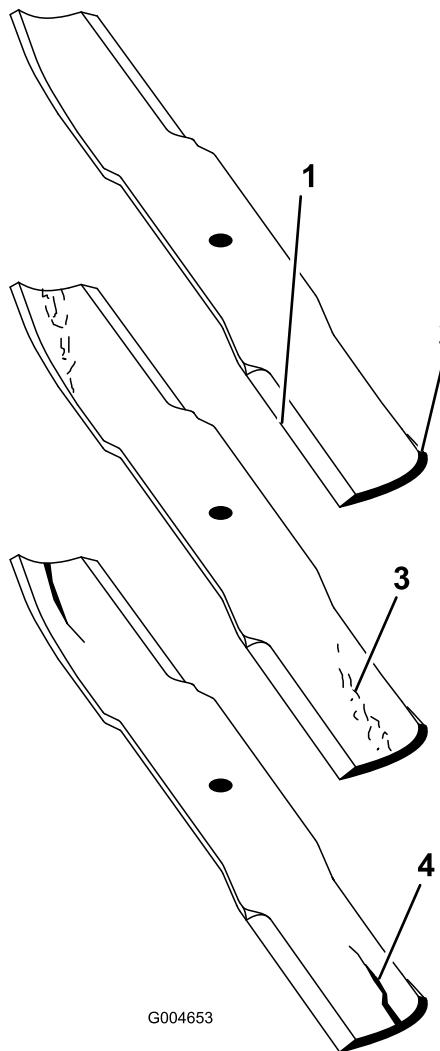

Figura 73
1. Inspeccione los filos de corte (Figura 73). Si los bordes no están afilados o tienen muescas, retire las cuchillas y afílelas. Consulte Afilado de las cuchillas \(página 41\).
2. Inspeccione las cuchillas, especialmente la parte de la vela (Figura 73). Si observa daños, desgaste o la formación de una ranura en esta
zona (Figura 73), instale inmediatamente una cuchilla nueva.